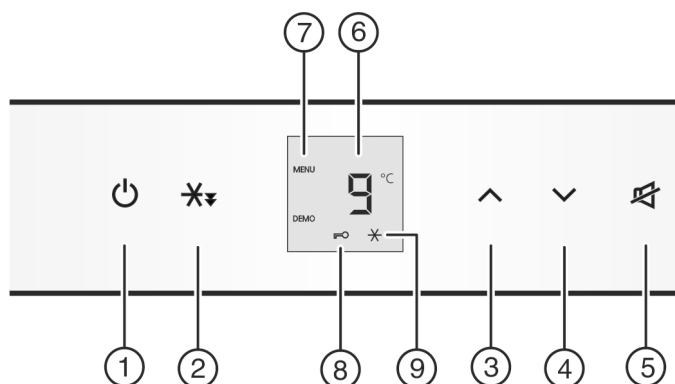

Fig. 2
- ▶ Appuyer sur la touche On/Off Fig. 2 (1).
- ▶ Activer le mode de réglage : Appuyer sur la touche de refroidissement rapide Fig. 2 (2) pendant 5 s environ.
- ▶ Pour activer la sécurité enfants, appuyer brièvement sur la touche de refroidissement rapide Fig. 2 (2).
- ▷ Le symbole Sécurité enfants Fig. 2 (8) est allumé. L'affichage c clignote.
- ▶ Pour désactiver la sécurité enfants, appuyer brièvement sur la touche de refroidissement rapide Fig. 2 (2).
- ▷ Le symbole Sécurité enfants Fig. 2 (8) s'éteint. L'affichage c clignote.
- ▶ Désactiver le mode de réglage : appuyer sur la touche On/Off Fig. 2 (1).
- ▶ Appuyer sur la touche Alarme Fig. 2 (5).
- ▶ Augmenter la température : appuyer sur la touche de réglage Up Fig. 2 (3).
- ▶ Diminuer la température : appuyer sur la touche de réglage Down Fig. 2 (4).
- ▶ Appuyer brièvement sur la touche refroidissement rapide Fig. 2 (2).
- ▷ Le symbole refroidissement rapide Fig. 2 (9) s'allume sur l'affichage.
- ▷ Le symbole refroidissement rapide Fig. 2 (9) s'éteint sur l'affichage.